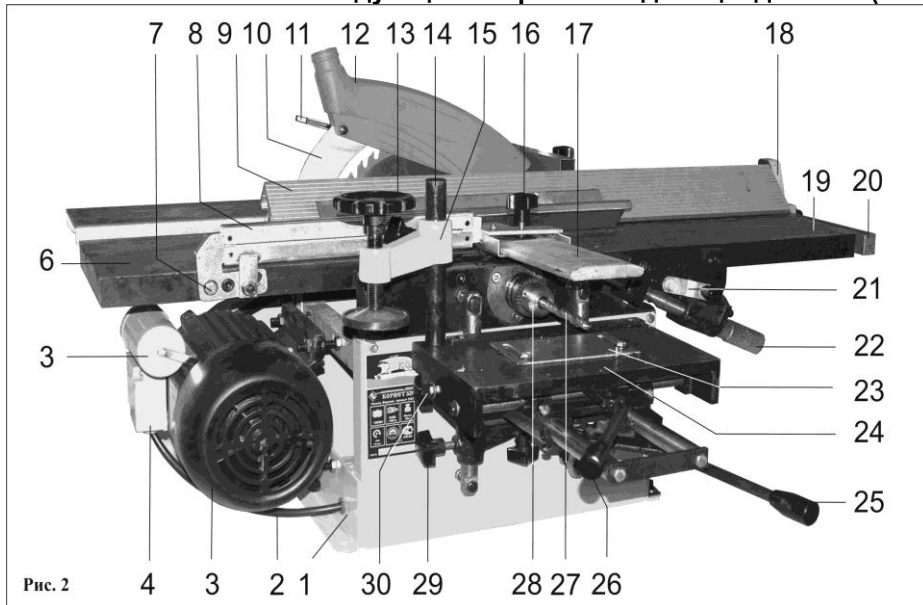

Рис. 2
7.1. Станок состоит из следующих сборочных единиц и деталей (Рис. 2)
9.5.5. При выполнении сверлильной операции скорость подачи заготовки, закреплённой на рабочей поверхности суппорта (24), осуществляйте рычагом поперечной подачи (25) с учётом диаметра режущего инструмента, твёрдости и влажности материала заготовки, Рис. 2.
9.5.6. При выполнении операции шипорезных работ, продольного или торцевого (косого) пиления скорость подачи заготовки осуществляется вручную (усилием оператора) с учётом высоты пиления, твёрдости и влажности материала заготовки, Рис. 2.
8.1. Монтаж станка (Рис. 2)
8.2. Установка пильного диска (Рис. 2 - 4)
8.3. Установка пильного суппорта (Рис. 2, 5)
8.6. Установка защитной планки (Рис. 2)
8.7. Установка суппорта для выполнения сверлильных работ (Рис. 2, 8, 9)
8.8. Установка сверлильного патрона (Рис. 2, 8)
9.1. Регулировки и настройки перед началом пильных работ (Рис. 2, 3)